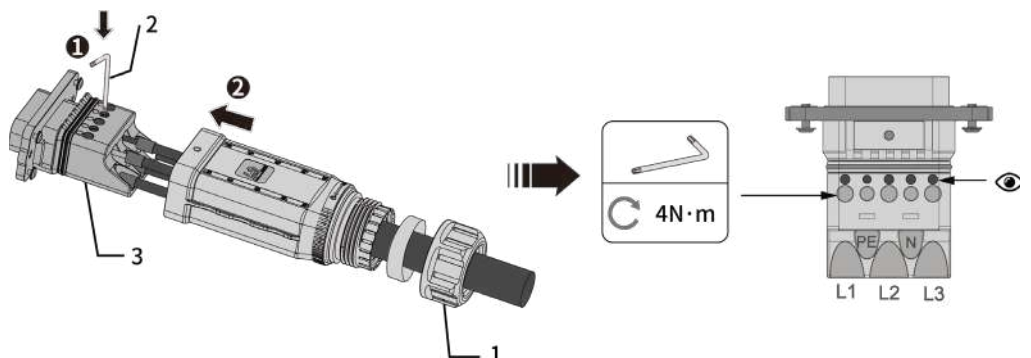

Abb. 19. Die Kabel am Kontaktträger anschließen und die Gehäuseschrauben festziehen.
3. Schieben Sie die Abdeckung so über den Steckverbinder, dass die Öffnung und das Logo der Abdeckung zu sehen sind (siehe Abb. 19).